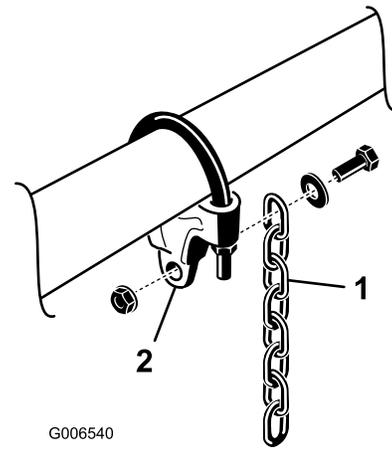

Figura 12
- Monte una cadena de elevación a cada soporte con un tornillo, una arandela y una tuerca, colocados según se indica en Figura 12.